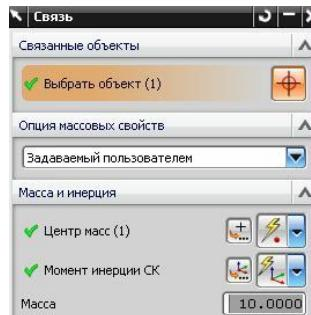

рис.42
- Кстати, в этом примере вы можете воспользоваться возможностью оперативно поменять массу красного тела, например, на 10 кг (рис.42).